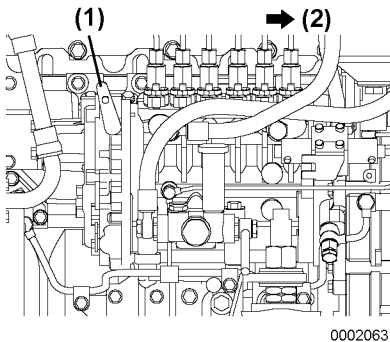

Figure 7
Si, pour une raison ou pour une autre, vous n'arrivez pas à éteindre le moteur à l'aide du commutateur d'arrêt sur le panneau, poussez le levier d'arrêt (**Figure 7, (1)**) vers l'avant du moteur (**Figure 7, (2)**) pour éteindre le moteur dans la salle des machines.